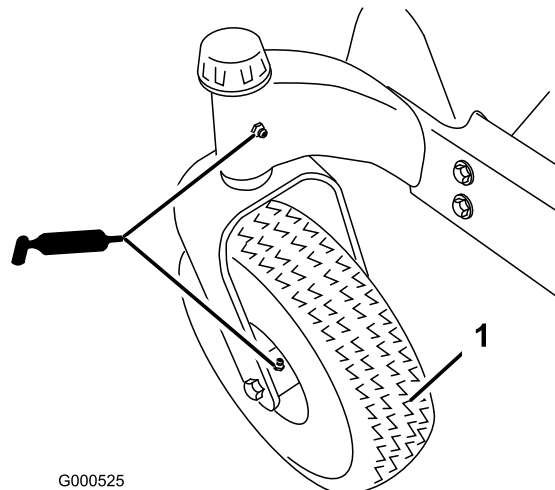
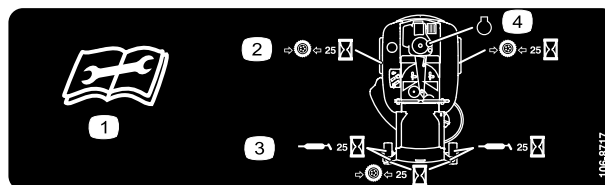

Figura 19
Figura 20
Ingrassate i perni delle ruote orientabili anteriori e le ruote (Figura 19).
3. Pulite i raccordi d'ingrassaggio (Figura 19 e Figura 20) con un cencio, e togliete eventuali tracce di vernice davanti ai raccordi.
4. Collegate un ingrassatore a pressione a ciascun ingrassatore (Figura 19 e Figura 20). Pompa-